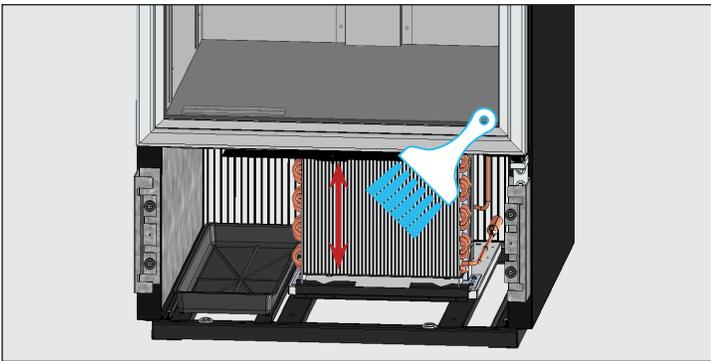

Fig. 3 Nunca cepille las aletas del serpentín.
3. Con un cepillo de cerdas duras, limpie cuidadosamente la suciedad acumulada en las aletas frontales del serpentín del condensador. Consulte la fig. 3.